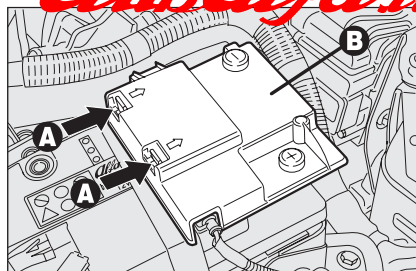

fig. 50
- ☐ agire sulle mollette di ritegno **A-fig. 50** e rimuovere il coperchio di protezione **B**;